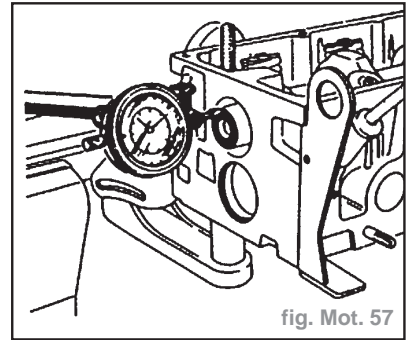

fig. Mot. 57
- Vérifier le jeu longitudinal, il doit être compris entre **0,06 mm et 0,15 mm**, si celui-ci n'est pas correct, la bride ou l'arbre à cames sont en cause (fig. Mot. 57).